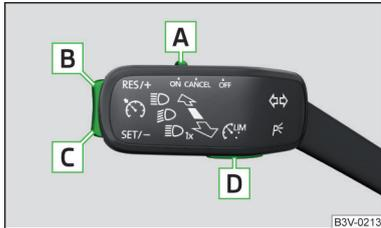

Abb. 286
### Übersicht der Bedienelemente der GRA » Abb. 286
- Durch das Betätigen der Taste **D** » Abb. 286 während der Regelung wird die- se abgebrochen und es wird der Geschwindigkeitsbegrenzer aktiviert.